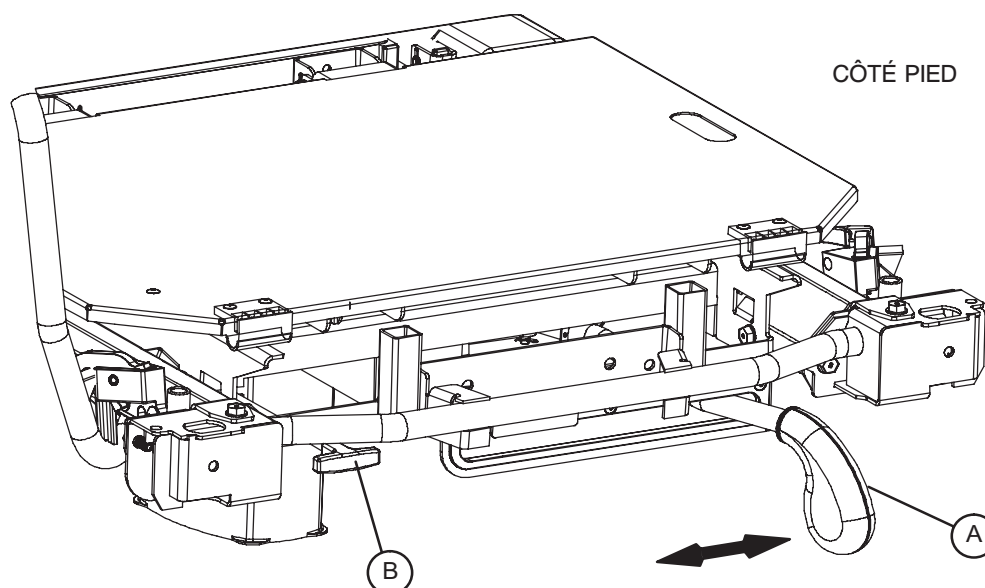

Figure 8 - Relève-jambes, côté pied
Pour élever le relève-jambes, pomper la poignée (A) plusieurs fois vers la gauche, comme illustré dans la figure 8.
Pour abaisser le relève-jambes, tirer la poignée (B) comme illustré dans la figure 8.